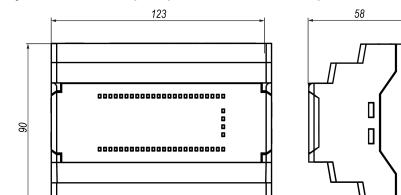

Рисунок 2 – Габаритні розміри пристрою
- Підготувати на DIN-рейці місце для установлення пристрою відповідно до розмірів пристрою (див. рисунок 2).